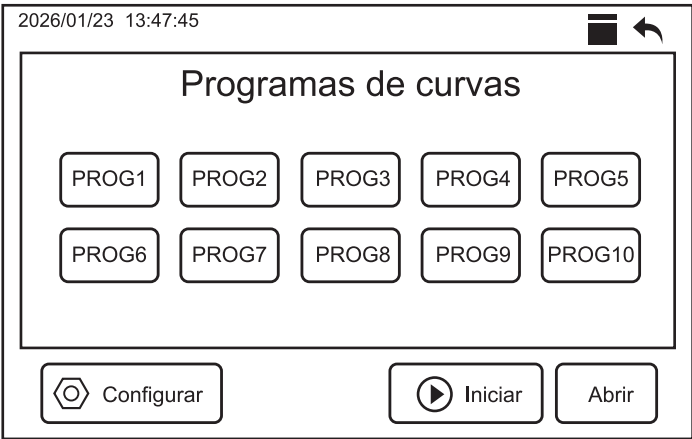
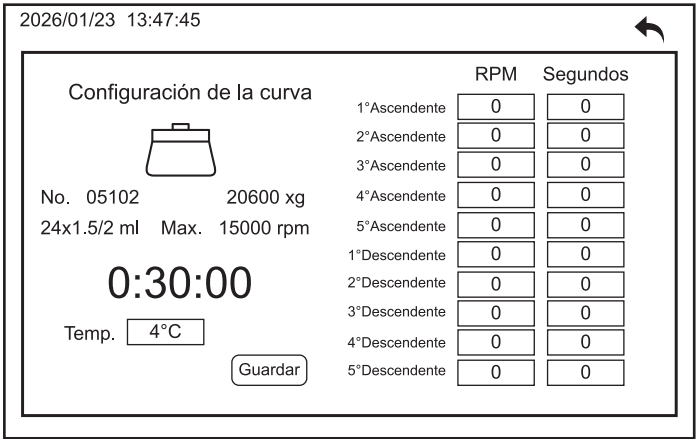

Figura 11.
Figura 12.
- b) Después, pulse en el botón “**Modo curva**” para abrir las ventanas de selección de programa de curva (Figura 11) y colocar los valores requeridos (Figura 12). Presione “Guardar” para guardar los valores predefinidos.